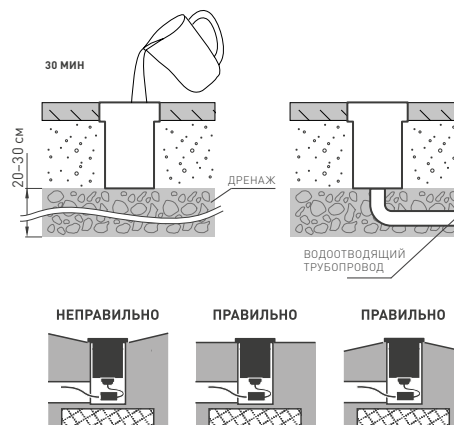

Рис. 2. Установка светильника в грунт
**⚠ ВНИМАНИЕ!** Все работы по монтажу производите только при отключенном напряжении питающей сети. Установка оборудования должна осуществляться только квалифицированным персоналом, имеющим опыт установки подобного оборудования, а также имеющим соответствующий допуск на проведение монтажных работ. В процессе монтажа светильника строго соблюдайте действующие «Правила устройства электроустановок» (ПУЭ) и другие национальные нормативные документы и правила. Светильник спроектирован и испытан на статическую нагрузку до 500 или 2000 кг (в зависимости от модели), допускается монтаж и эксплуатация только в пешеходных зонах. Светильник не предназначен для установки на проезжую часть. ЗАПРЕЩАЕТСЯ производить монтаж светильника в условиях дождя, снега, тумана или повышенной влажности. ЗАПРЕЩАЕТСЯ устанавливать светильник в местах скопления воды (ямы, низины и т. п.). Светильник имеет степень защиты IP67 и не предназначен для установки под водой. В месте установки светильника необходимо подготовить дренажную систему из гравия (20–30 см) и убедиться в ее работоспособности (см. рис. 2). Для этого нужно полностью заполнить монтажную коробку светильника водой и проверить, исчезла ли вся вода в течение 30 минут. Если вода полностью не исчезла, необходимо рассмотреть возможность монтажа дополнительной дренажной системы (водоотводящего трубопровода).